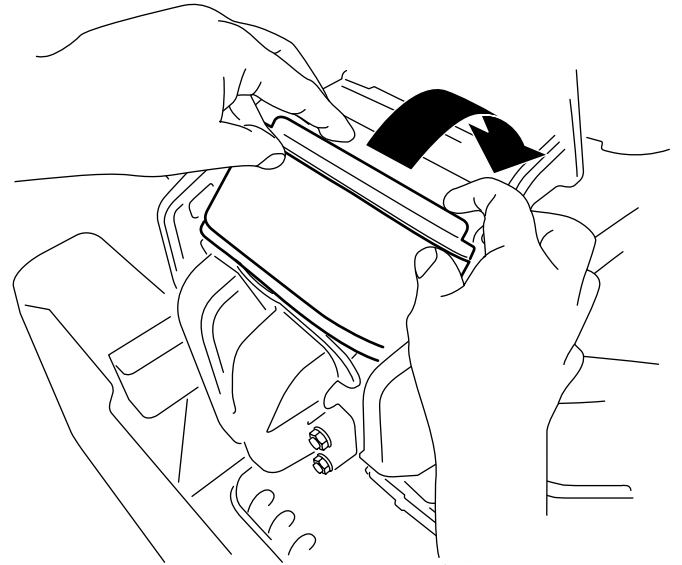

Figura 46
3. Rode o filtro para baixo para a câmara e encaixe completamente contra o coletor (Figura 46).